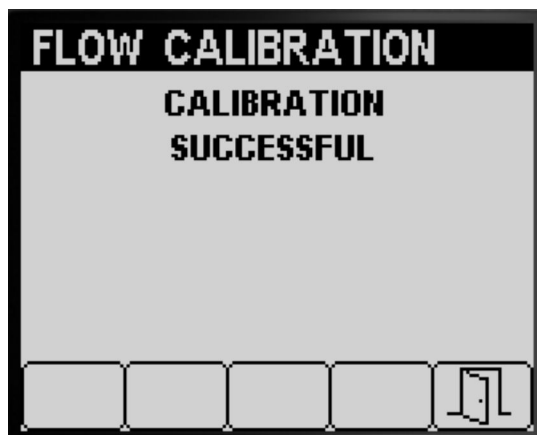
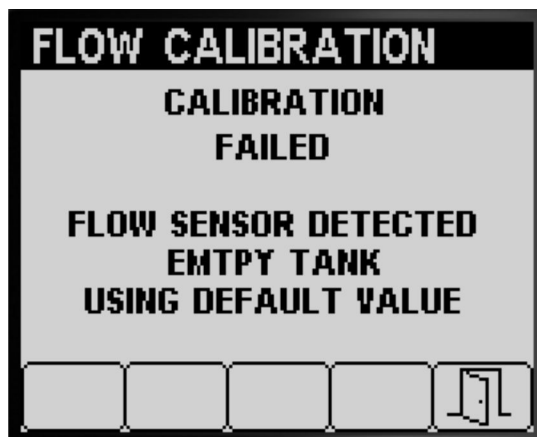

Figura 55
Figura 56
- Surge uma mensagem a confirmar que a calibração do fluxo foi bem-sucedida ( Figura 55).
- Surge uma mensagem que indica que a calibração do fluxo falhou ( Figura 56).
3. Prima o botão 5 para sair do ecrã Calibração da velocidade (Figura 55, Figura 56 e Figura 57).